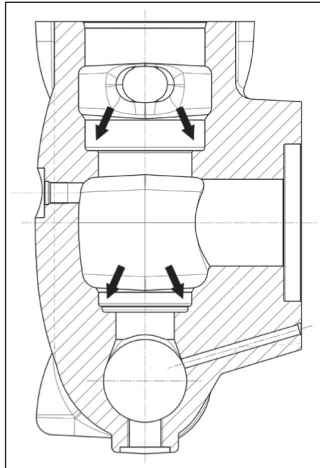

Abb. 98
**Vor dem Wiedereinbau der Ventilgruppen reinigen und trocknen Sie gründlich ihre Sitze im Kopf, siehe Pfeile (Pos. ①, Abb. 98).**